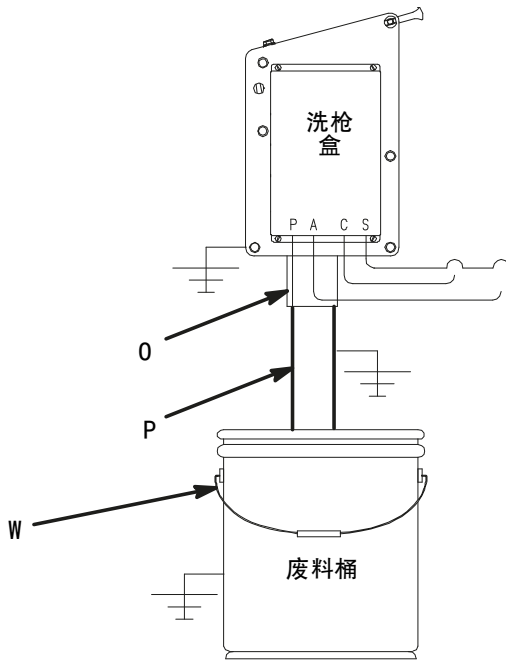

图 6：密闭废料桶要求
在洗枪盒流体出口 (O) 与密闭废料桶 (W) 之间连接最长部分的直塑料管或接地金属管 (P)。请见 图 6。